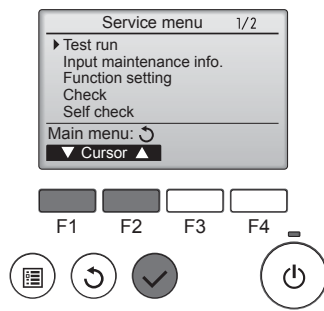

Fig. 5-3
- С помощью кнопки **F1** или **F2** выберите пункт "Test run" (Тестовый прогон) и нажмите кнопку . (Fig. 5-3)